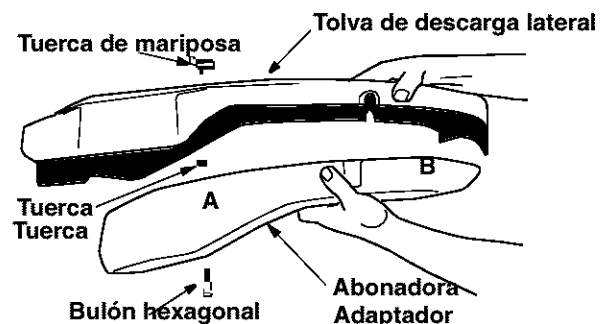

Figura 5
- Coloque los dos pernos hexagonales a través del adaptador para abono en las aberturas correspondientes. Ver Figura 5.
- Coloque una tuerca de mariposa en cada uno de los pernos hexagonales y de unas cuantas vueltas. Ver Figura 5. Revise que el adaptador esté alineado correctamente con la tolva de descarga.